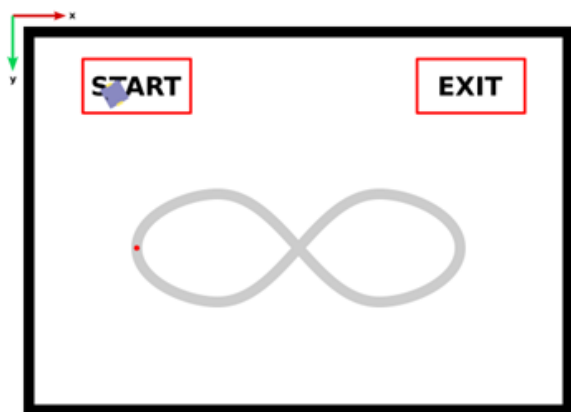

Рис. 1. Карта помещения с основными обозначениями
**Задание.** После запуска симулятора робот расположен в зоне START (смотри рисунок 1–2) со случайной ориентацией. Задача робота проехать  $n$  кругов и захватить в зону EXIT. Задание разделено на несколько тестов, их количество будет объявлено позже. В симуляторе вам предоставлен к решению только первый тест, есть также три судейских теста с другими линиями. Ваше решение будет отправлено на сервер и пройдет через три дополнительных судейских теста. Линия в помещении обязательно замкнутая и имеет одну петлю, куда могут поместиться как минимум два робота (смотри рисунок для примера), это сделано, чтобы ограничить радиус поворота петли, она не может поворачивать слишком резко. Это должно пригодиться при работе с регулятором.